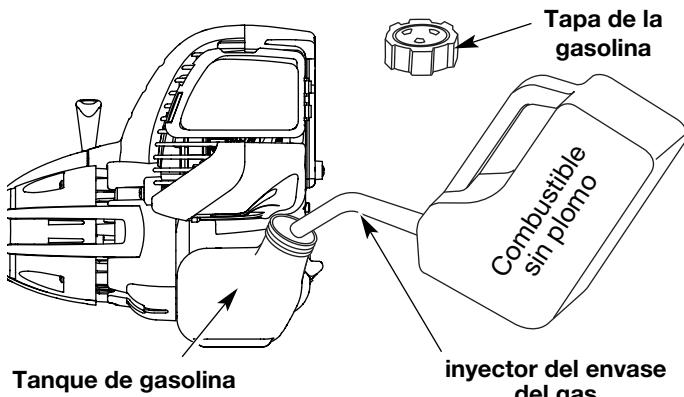

Fig. 8
1. Saque la tapa de la gasolina (Fig. 8).